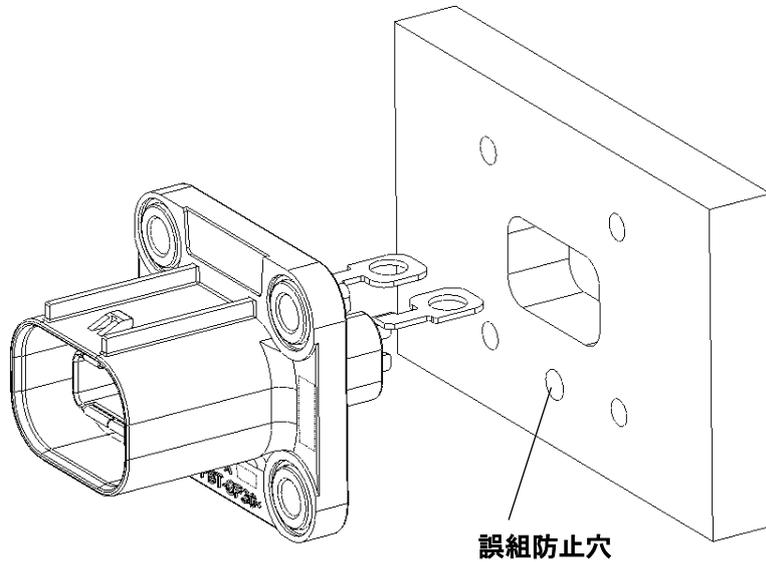

Fig.4
- 4.3. オスコネクタの誤組防止リブと筐体側の穴位置を合わせ筐体にオスコネクタを挿入します。(Fig.4 参照)